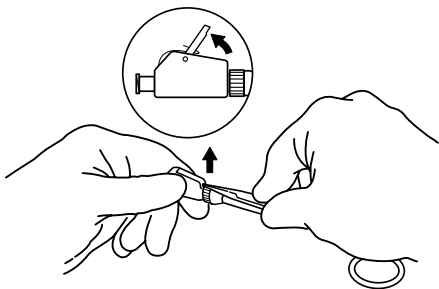

Fig. 4
- Bänd låskamfliken uppåt tills den lossnar. (Fig. 4)